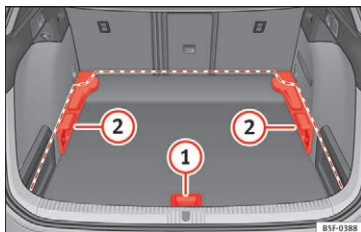
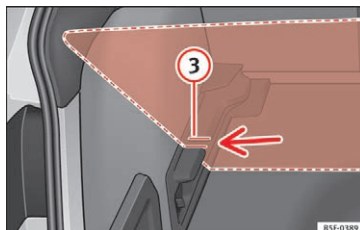

Fig. 158 Variabel bagagerumsbund: positioner
Fig. 159 Variabel bagagerumsbund: skrå føringer
- Løft bagagerumsbunden i grebet »» Fig. 158 ①, og træk den så langt tilbage, at den forreste del ligger helt over føringerne ②.
- Flyt herefter bagagerumsbunden helt frem til bagsæderyglænet, og sænk bagagerumsbunden via grebet ①.
- Stik den forreste del i den nederste slids på disse holdere, og skub bagagerumsbunden fremad, indtil den ligger an mod bagsæderyglænet. Sænk samtidig bagagerumsbunden via grebet ①.
- Løft bagagerumsbunden i grebet »» Fig. 158 ①, og træk den så langt tilbage, at den forreste del af bagagerumsbunden ligger over de skrå føringer »» Fig. 159 ③.
- Træk bagagerumsbunden forbi de skrå føringer ved hjælp af grebet ① ved at trykke, indtil den forreste bevægelige del af bagagerumsafdækningen klapper sammen og ligger på bagagerumsbunden.
- Løft den variable bagagerumsbund ved at tage fat i grebet »» Fig. 158 ①, og træk den lidt bagud.
- Tag fat i den variable bagagerumsbund i grebet, tryk den i retning mod de fremklappede bagsæder ①, og tryk den derved lidt nedad, så den bevægelige del af bagagerumsbunden flugter med bagsæderne.